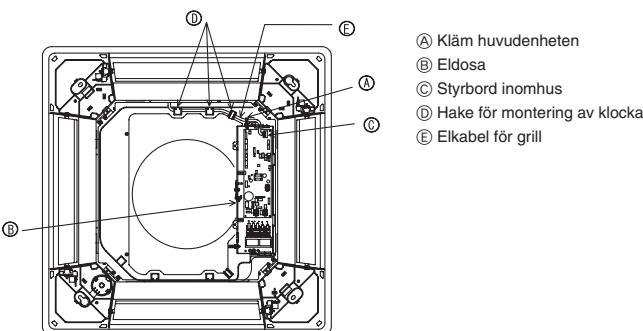

Fig. 9-8
9.4.4. Kabelanslutning (Fig. 9-8)